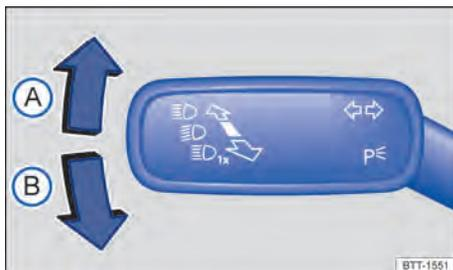

Fig. 84 À esquerda na coluna de direção: alavanca dos indicadores de direção e do farol alto.
- Traga a alavanca dos indicadores de direção e do farol alto da posição central para a seguinte posição → Fig. 84: